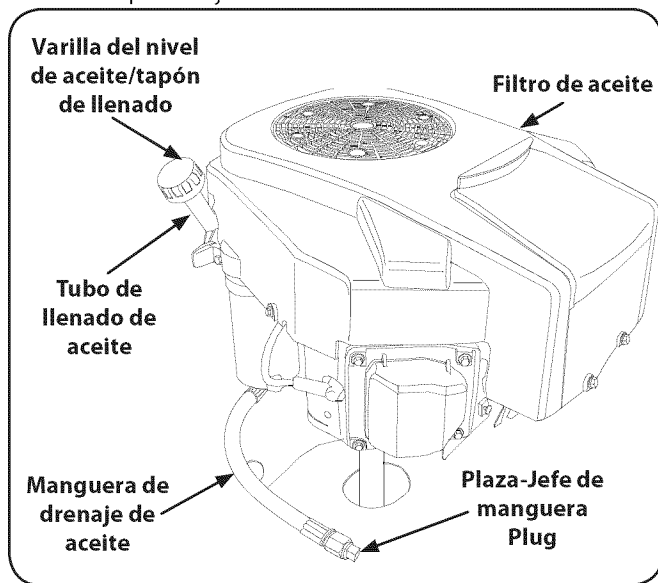

Figure 6-2
4. Si su motor tiene la manguera de drenaje de aceite de configuración en la Fig. 6-2, véase la manguera de drenaje de aceite por debajo de la sección.
2. Mientras mantiene el extremo libre de la manguera de drenaje de petróleo en los contenedores de recogida de aceite, retire la tubería cuadrada cabeza de enchufe el extremo de la tubería. Vea la Fig. 6-2. Ecurrir el aceite del motor en la recogida de contenedores.